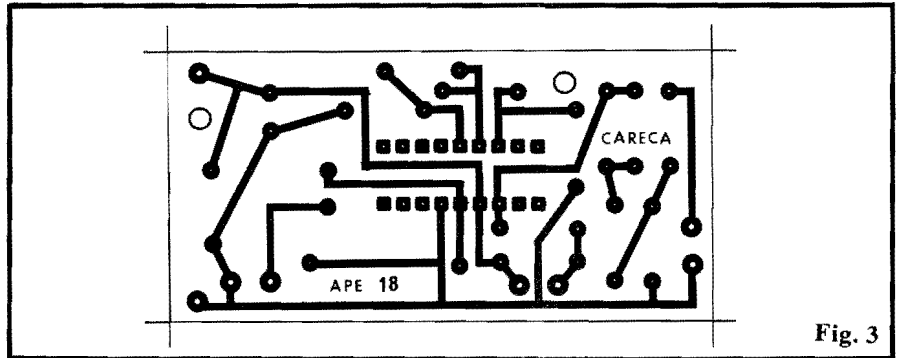

Fig. 3
– FIG. 3 – A PLACÁ – O pequeno tamanho, bem como a simplicidade do *lay out* permitirão mesmo ao hobbysta iniciante confeccionar sua própria placa, sem problemas... Entretanto, os que ainda não “confiam muito no próprio taco”, ou mesmo os mais “preguiçosos” da turma, poderão optar pela prática aquisição em KIT, que vem acompanhado de plaquinha pronta. Em qualquer caso, uma leitura das INSTRUÇÕES GERAIS PARA AS MONTAGENS será sempre importante, para resolver dúvidas e acolher conselhos valiosos... Além das INSTRUÇÕES, também o “TABELÃO” (uma cópia deste acompanha os KITS da EMARK ELETRÔNICA, impressa na própria embalagem do produto...) deve ser consultado “sem vergonha”, se surgirem dúvidas sobre a leitura de valores, pinagens, polaridades, etc., dos componentes...